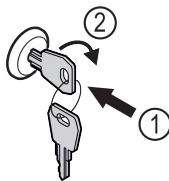

Fig. 205
- ▶ Uvucite ključ. Fig. 205 (1)
- ▶ Okrenite ključ za 90° nadesno. Fig. 205 (2)